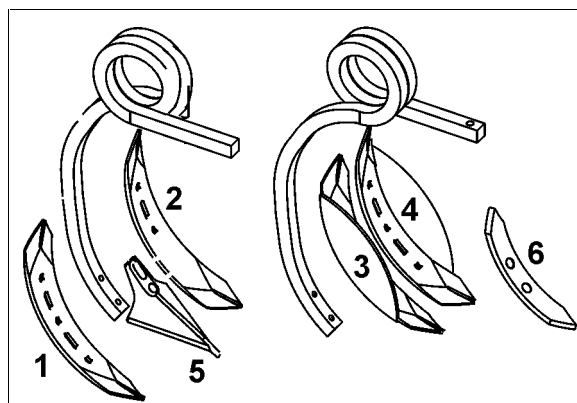

Fig. 14
- Vendeskær (75 mm) (Fig. 14/1,2)
- Randskær til vendeskær (Fig. 14/3,4)
- Stubskær (Fig. 14/5)
- Spidsskær (50mm) (Fig. 14/6)